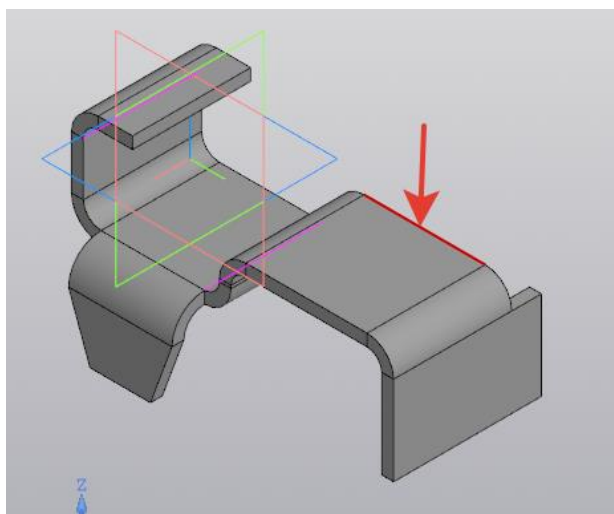

Рисунок 53.
18. На инструментальной панели выбрать *Элементы листового тела* -  *Сгиб* и укажем ребро листовой детали (рисунок 53).